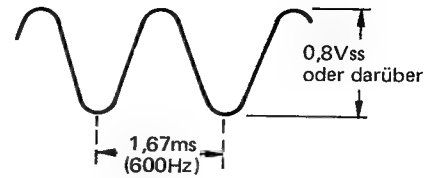

Abb. 8-6
2. Mit einem Oszilloskop (Selbsttriggerung) Aj, Stift 5 beobachten, sicherstellen, daß die in Abb. 8-6 gegebenen Anforderungen erfüllt werden.